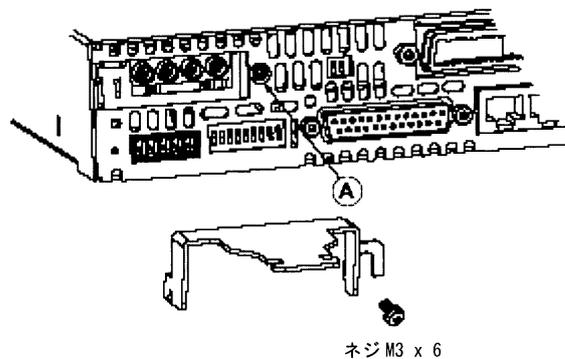

図 3-8: 出力部保護カバー取付け
4. “A”印の2つの筐体ネジを図 3-8 の示すとおり途中まで緩めます。
5. 保護カバーを筐体に取り付け、2つのネジを締めて保護カバーを筐体に固定します (図 3-8 参照)。ネジ締付けトルク: 0.50～0.59 Nm (5.1～6.1 kgf・cm)